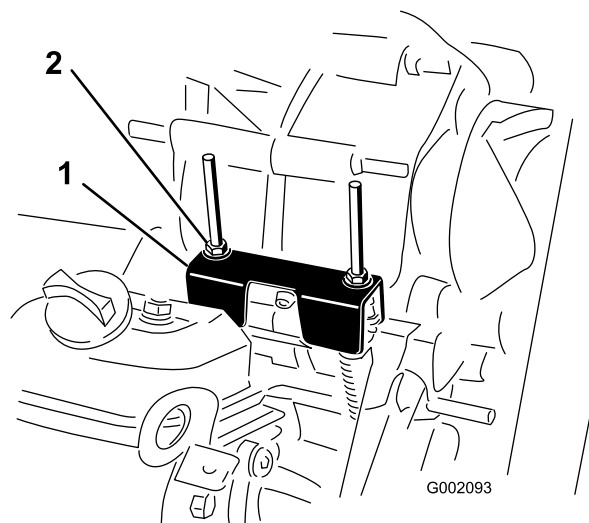

Figura 59
Para realizar operaciones de mantenimiento de rutina y/o diagnósticos del motor, debe ponerse el transeje en PUNTO MUERTO (Figura 59). El selector de marchas de la máquina dispone de una posición de PUNTO MUERTO, que controla el punto muerto del transeje. Deben tomarse las siguientes medidas para asegurarse de que la palanca de cambios acciona correctamente el punto muerto del transeje:
2. Asegúrese de que la pleatina de punto muerto está en posición de PUNTO MUERTO (nivelada respecto al soporte de montaje del cable situado debajo del soporte del cambio de marchas) girando el embrague arrastrado (Figura 59).
3. Gire una de las contratuercas (Figura 59) para obtener un espacio de 0,762 a 1,524 mm entre la parte inferior de la tuerca/arandela y la pleatina de punto muerto.